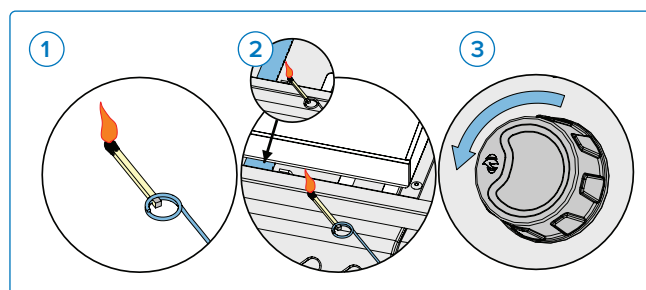

Рис. 7
3. Поверните соответствующую ручку конфорки на максимум. (Рис. 7).